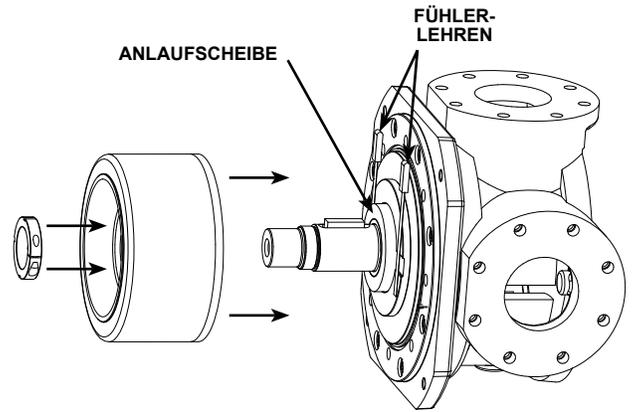

ABBILDUNG 16
8. Zwei Fühlerlehren (0,003 Zoll), eine auf jeder Seite der Welle, zwischen die Anlaufscheibe der Adapterplatte und die Anlaufscheibe der inneren Magneteinheit einführen. Siehe **Abbildung 16**. Dies gewährleistet das ordnungsgemäße Spiel der Anlaufscheiben. Die Gegenmutter anziehen, bis die Fühlerlehren leicht angezogen sind, aber noch entfernt werden können. Die Fühlerlehren zu diesem Zeitpunkt noch **NICHT** entfernen.